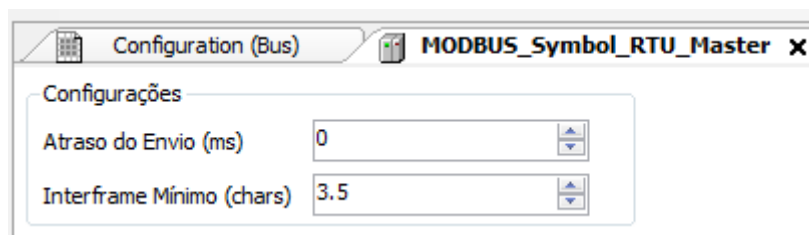

Figura 61: Tela de Configuração Parâmetros Gerais MODBUS RTU Mestre
- Configurar os parâmetros gerais do protocolo MODBUS Mestre, como: tempos de atraso de envio e interframe mínimo como na Figura 61.